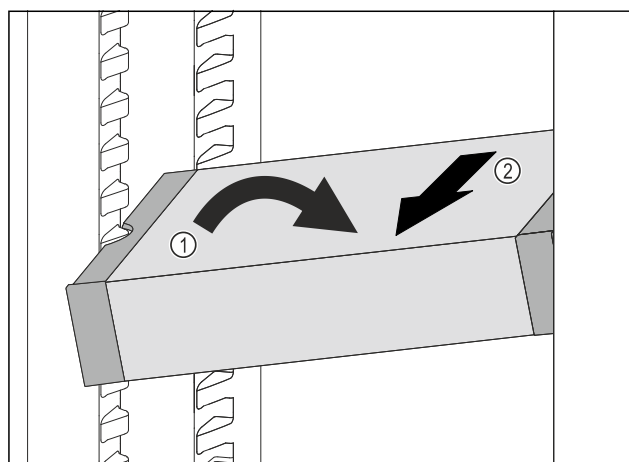

Fig. 117
- Impostare il vano frigorifero di VarioSafe ad angolo. Fig. 117 (1)
- Rimuovere VarioSafe tirando in avanti. Fig. 117 (2)